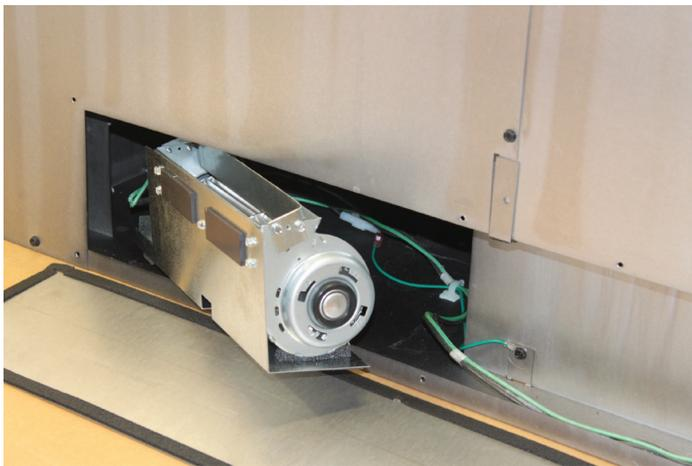

Figure 4
- Commencer à installer l'ensemble de soufflante gauche dans le fond du foyer. Une fois la soufflante à moitié entrée, attacher le câblage avec les agrafes en plastique blanc fournies avec le foyer. **Voir Figure 4.**